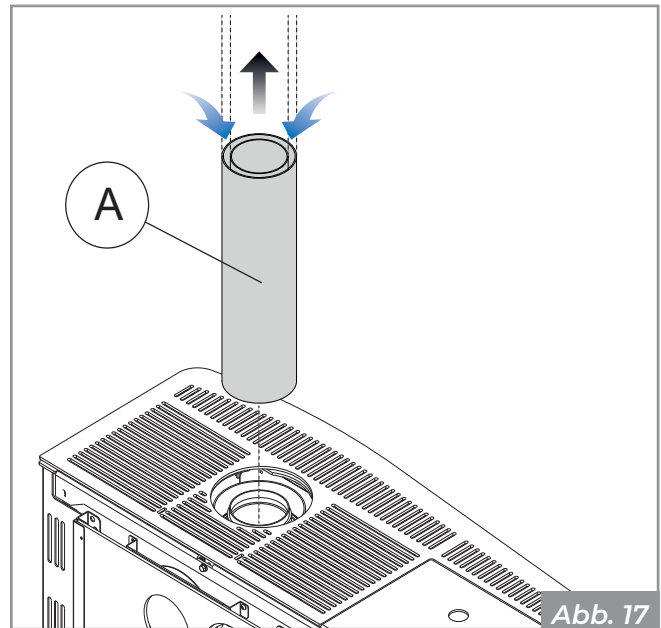

Abb. 17
- Schließen Sie ein Koaxialrohr **(A)** an, da der Ofen bereits werkseitig für diese Art von Installation konfiguriert ist **(Abb. 17)**